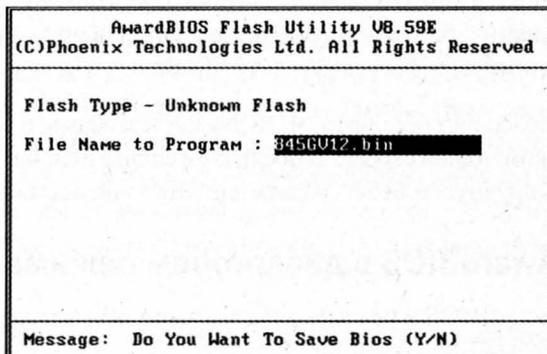

Рис. 15.8. Ввод имени файла с прошивкой в программе Awdflash
6. В поле File Name to Program (рис. 15.8) введите имя файла с прошивкой и нажмите Enter.